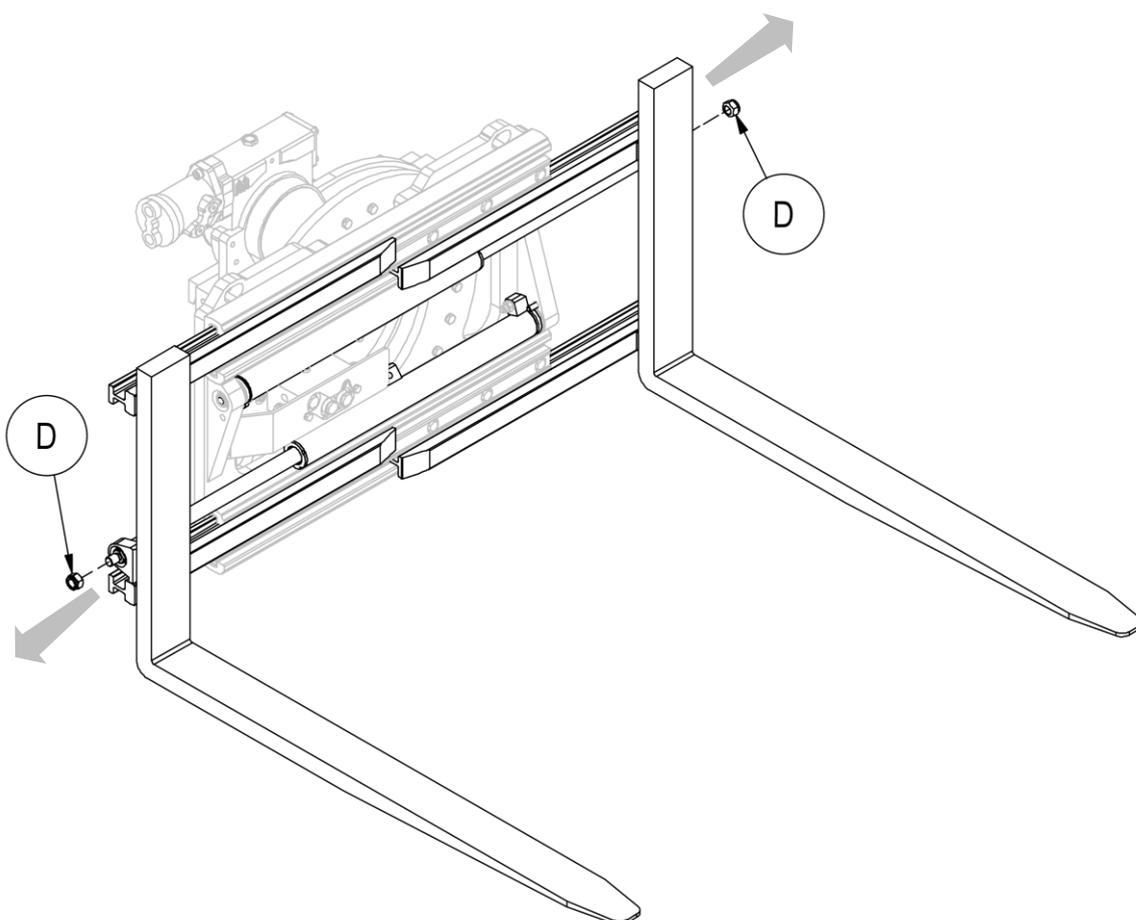

Abbildung 30
3. Entfernen Sie die Muttern **D**, die die Zylinder an den Gabelzinken mit Gleitprofilen befestigen (siehe *Abbildung 30*).